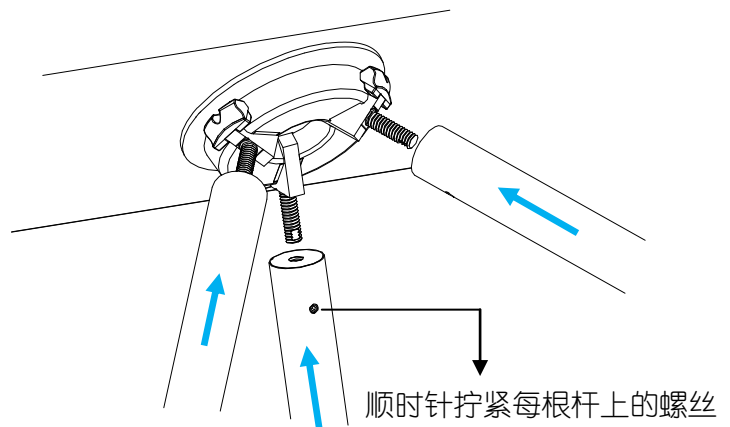

图 2-3
- ③ 将闸杆套入连杆器，使用 L 型 H3 内六角扳手锁紧每根杆中的沉头螺钉，如图 2-3 所示：